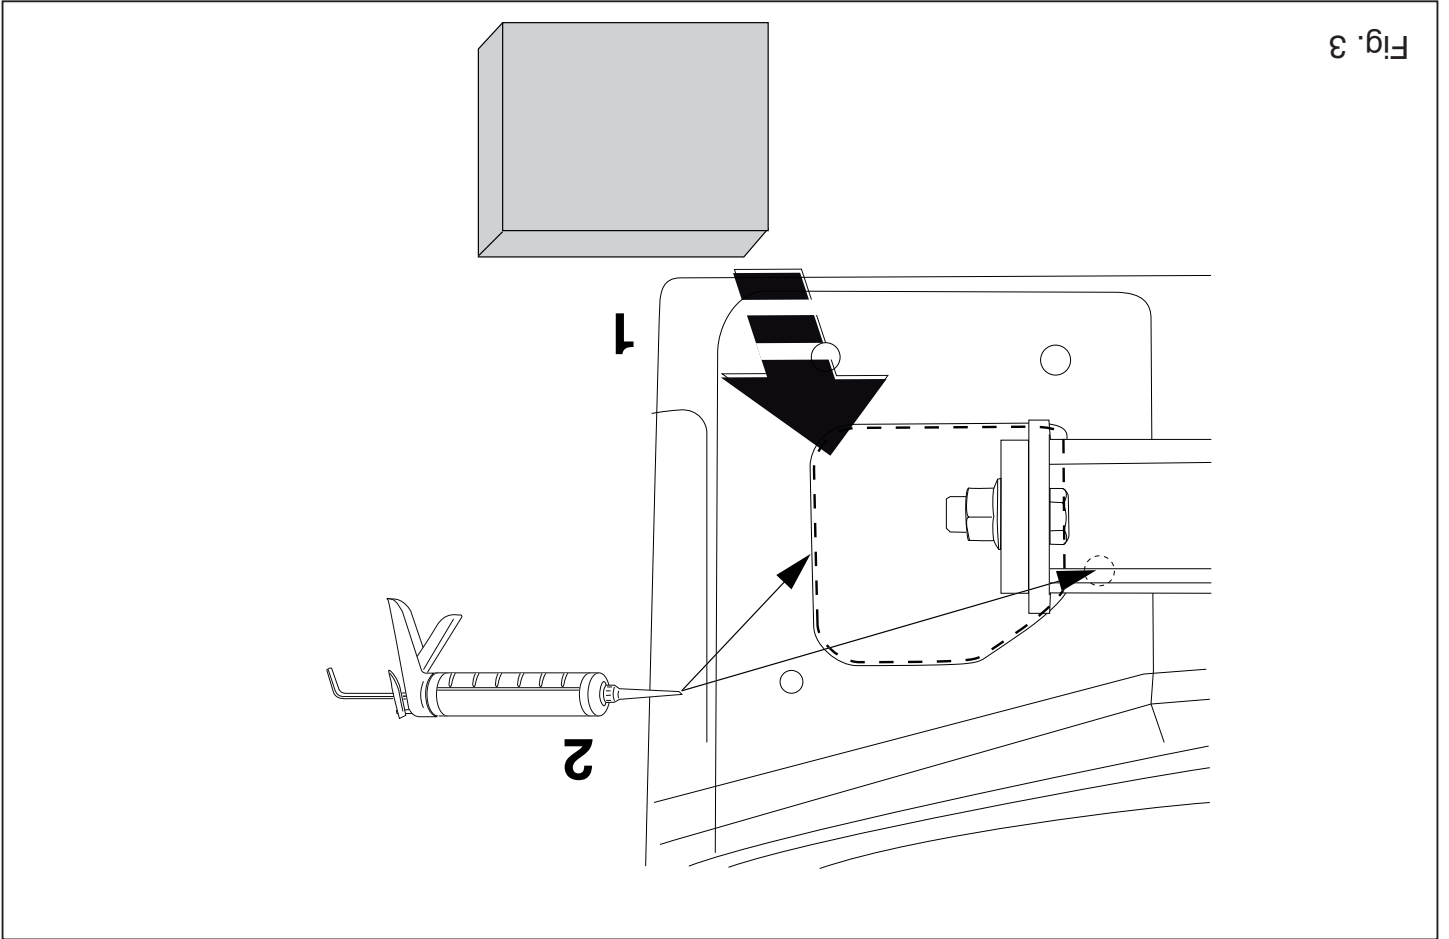

Fig. 3
7. Plaats de twee PE schuimblokken als afdichting in de chassisbalken. Kit de aangegeven delen af (zie fig. 3)
8. Place the two PE foam blocks as sealing in the chassis members. Seal the portions indicated (see fig. 3).
7. Die zwei PE-Schaumböcke als Dichtung in den Fahrgestellträger ein-setzen. Die angegebenen Teile kitten (siehe Abb. 3).
7. Placer les deux blocs de mousse en polyéster en guise de colmatage dans les longerons de châssis. Boucher les parties indiquées (voir la fig.3).